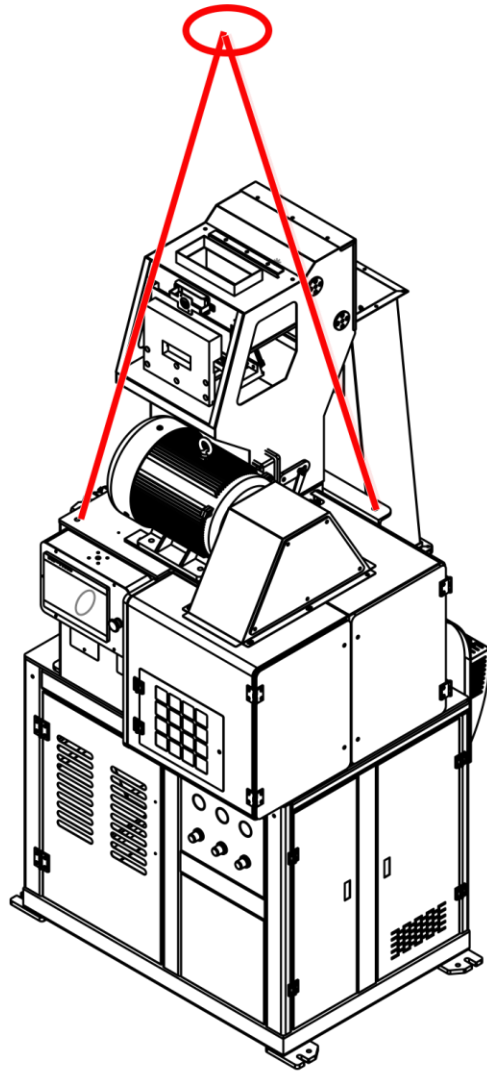

图 2 磨谷机吊装
- 1) 吊装机器必须在设备吊装环或孔上执行(图 2)，以免损坏机器。